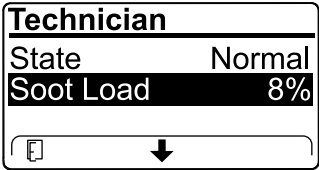

Figure 67
- Affichez la charge de suie mesurée dans le FAP sous forme d'un pourcentage (Figure 67) ; voir le tableau de charge de suie.